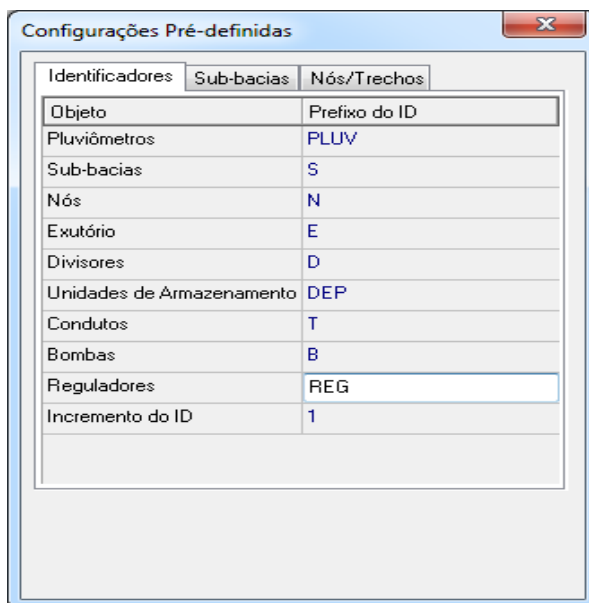

Figura 2.2 - Valores pré-definidos dos Identificadores ID do exemplo do tutorial
3. Na aba correspondente aos Identificadores ID, devem-se inserir os prefixos desejados, como mostrado na Figura 2.2. Isto fará que o SWMM nomeie, automaticamente, todos os objetos novos com números consecutivos depois do prefixo correspondente especificado.